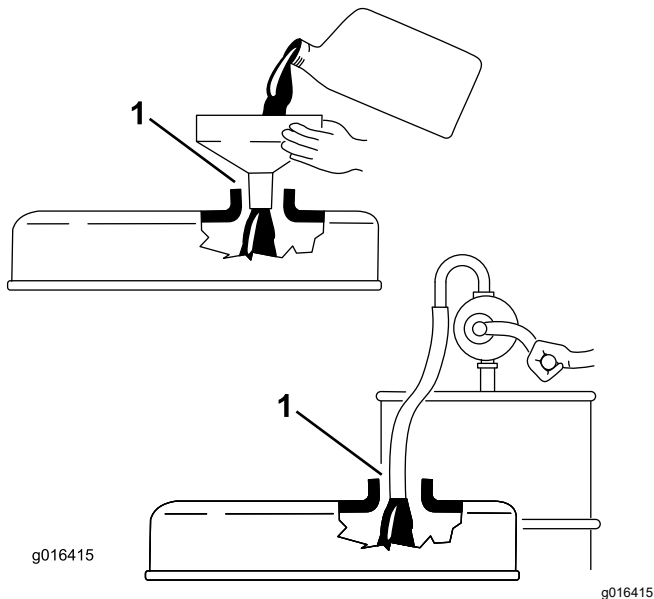

図 32
**重要** エンジンオイルを補給するときには、ディップスティックを抜いておいてください。エンジンオイルを補給する時には、補給口とジョウゴなどの間に **必ず** 図 32 に示すようなすき間が必要です。これは補給の際に通気を確保し、オイルがブリーザ内部に侵入しないようにするためです。